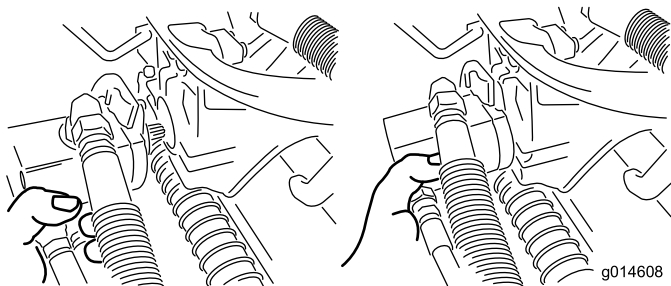

Figura 36
3. Spostate il motore in posizione di stoccaggio davanti al braccio di sospensione (Figura 36).